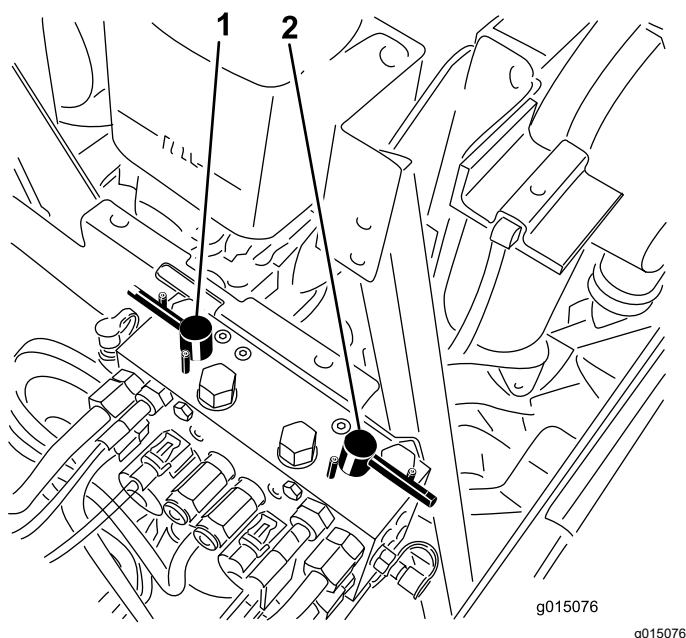

Figura 80
4. Seleccione la palanca de autoafilado correspondiente a los molinetes que desea autoafilar: delanteros, traseros o ambos (Figura 80).